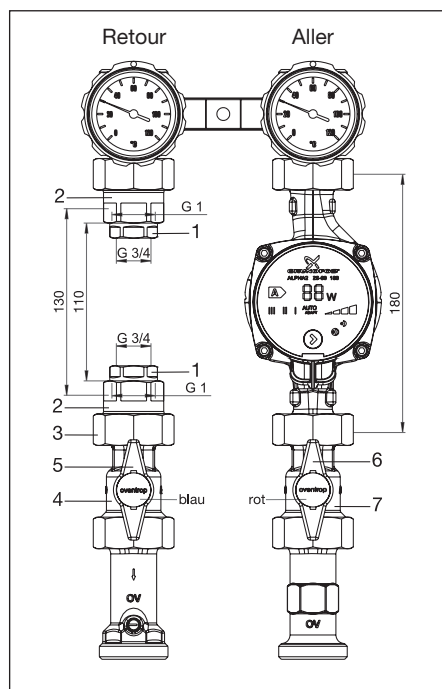

Fig. 5.1 Jeu de montage pour compteurs de calories pour «Regumat S-180» DN 25 avec robinet d'isolement à tournant sphérique (2015)
- Visser le filetage femelle G  $\frac{3}{4}$  (1) des réductions G  $\frac{3}{4}$  x G 1 sur le compteur avec les joints livrés.
- Visser le filetage femelle G 1 (2) des réductions G 1 x G  $1\frac{1}{2}$  avec les joints livrés sur les réductions (1) déjà montées.
- Démontez le robinet à tournant sphérique (4) de l'aller et le monter sur le retour.
- Visser le compteur de calories sur le retour avec les joints et l'écrou d'accouplement (3) livrés.
- Monter le robinet à tournant sphérique avec sonde de température (7) sur l'aller (Attention: selon le modèle de la sonde de température, le positionnement du robinet à tournant sphérique peut être choisi librement (voir fig. 5.1 et 5.2). Echanger les manettes (5, 6) avec bouchon rouge et bleu entre elles.
Le montage d'un compteur de calories d'une longueur de 130 mm est identique à celui d'un compteur d'une longueur de 110 mm, mais les réductions G  $\frac{3}{4}$  x G 1 (1) et les joints correspondants (voir fig. 5.1 et 5.2) ne sont pas requis.